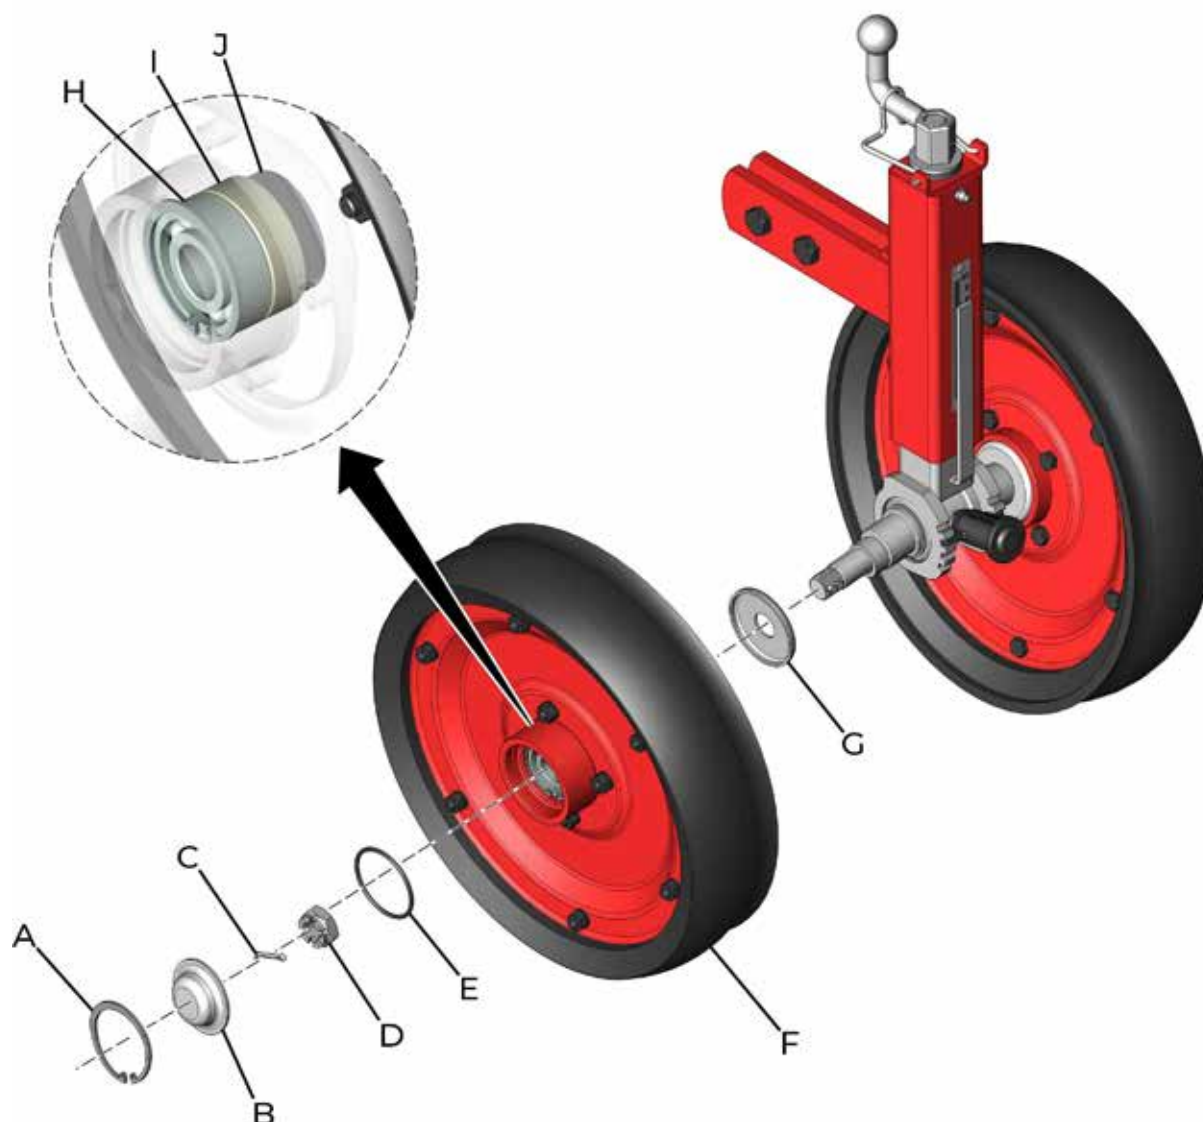

fig. 51
- Retire o anel elástico (A)(fig. 51) e a calota (B);
- Retire o contra-pino (C), a porca (D) e o anel o'ring (E);
- Retire o conjunto montado (F) e verifique se há folga nos rolamentos;